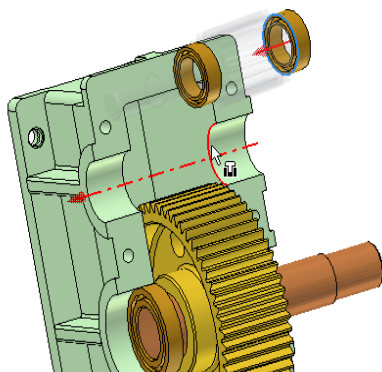

图 10-24 插入约束示意图
①装入小齿轮子部件（文件名为“小齿轮装配.iam”）。
②单击【装配】标签栏【位置】面板上的【约束】工具按钮，打开“放置约束”对话框，装配类型选择为【插入】选项，选择一个轴承的内侧表面和对应的轴承孔的内侧表面，如图 10-24 所示（有箭头符号垂直于该表面），偏移量设置为零，方式选择为【对齐】选项即可。